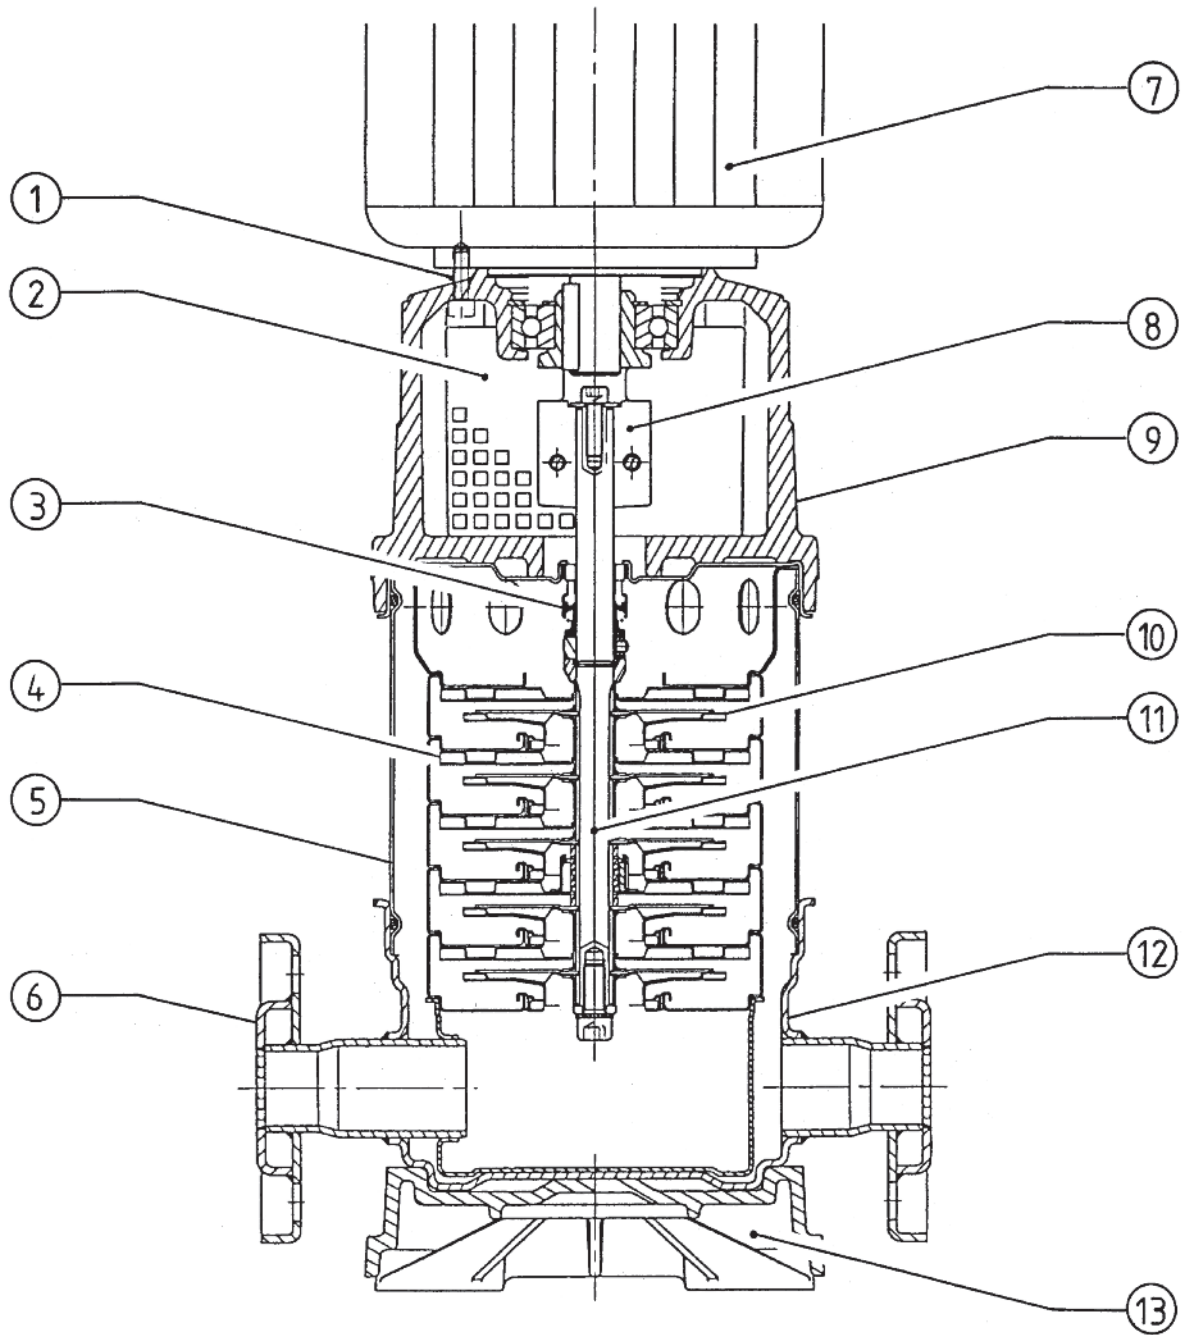

Fig. 2
- Zamontuj pompę w dostępnym miejscu tak, aby pozwolić na kontrolę i rozbiórkę. Należy zawsze instalować pompę w pozycji dokładnie pionowej i na wystarczająco ciężkiej podstawie betonowej (Rys. 2,3). Zainstaluj tłumik drgań pomiędzy podstawą a podłożem.